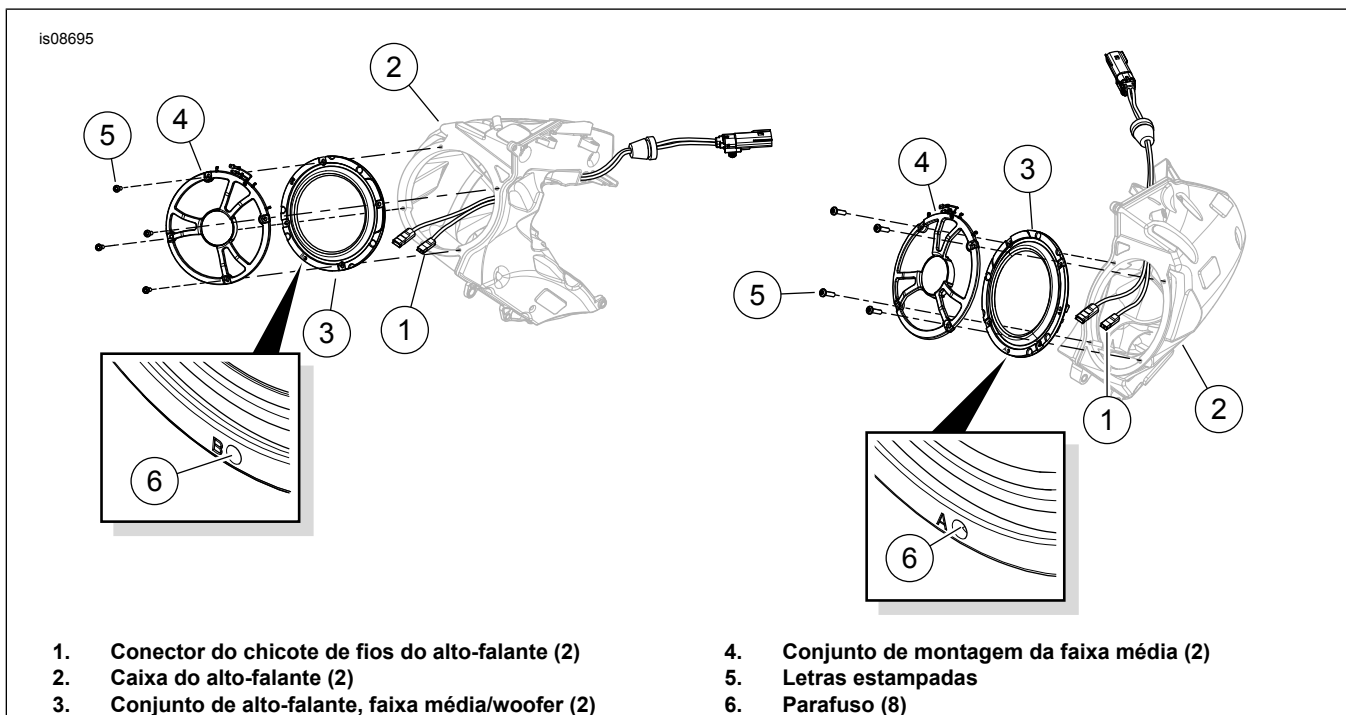

Figura 1. Instalação do alto-falante woofer
1. Consulte Figura 1. Fixe os conectores do chicote de fios do alto-falante (1) dentro da caixa do alto-falante (2) nos terminais de lâmina na traseira do woofer (3). Contatos de lâmina de tamanhos diferentes evitam erros na montagem.